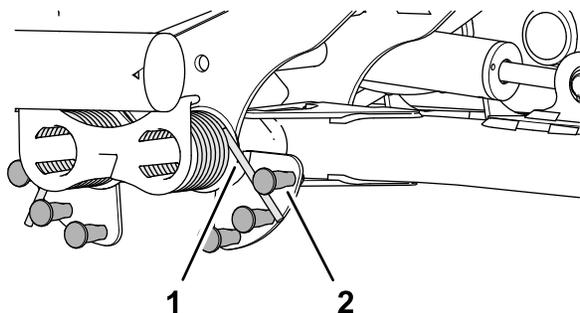

Рисунок 91
2. Вставьте длинный конец уравнивающей пружины в трубу или аналогичный предмет и поверните пружину вокруг шпильки с буртиком в нужное положение (Рисунок 91).